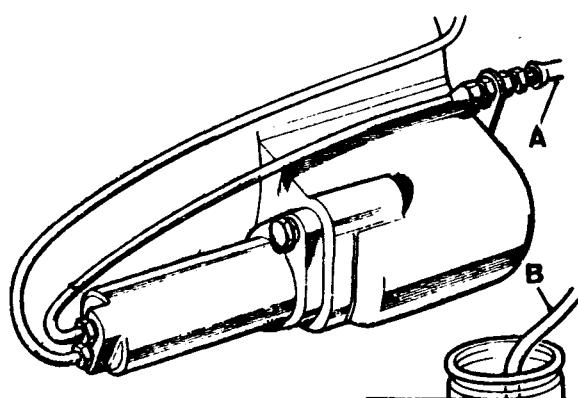

Fig. B2-2 - Cilindro auxiliar del embrague.
- 1.1.- Se acopiará un trozo de tubería adecuada al tornillo de purga del cilindro secundario (fig. B2-2).